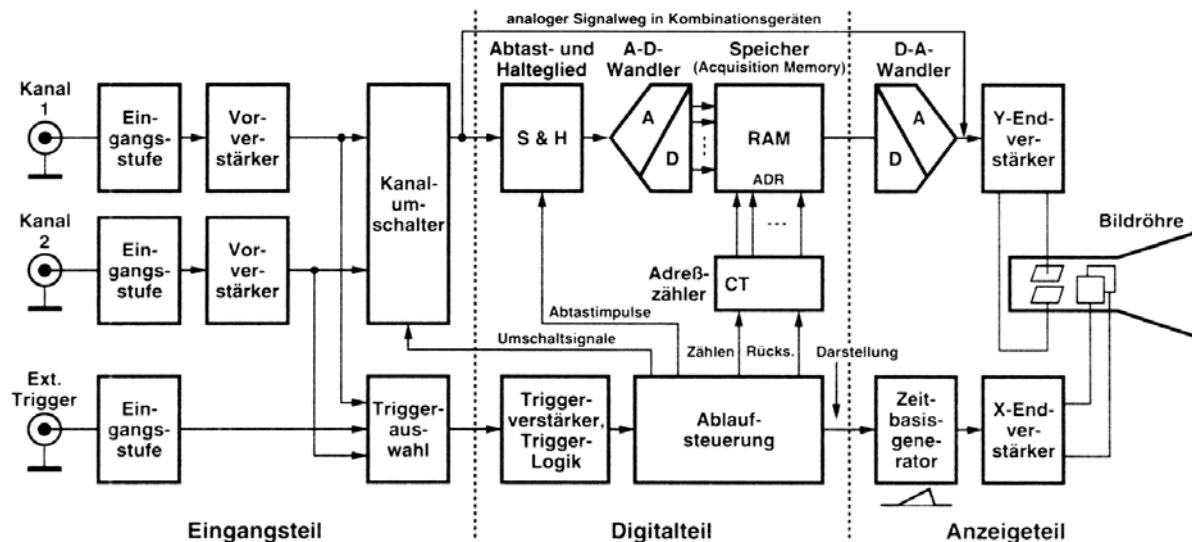

Abb. 5 Blockschaltbild eines digitalen Speicheroszilloskops (DSOs)
Beim digitalen Speicheroszilloskop (Abb. 5) ist die Bildröhre eine reine Anzeigeeinrichtung. Das eigentliche Meßgerät ist ein schneller Analog-Digital-Wandler, dessen Ausgangswerte in regelmäßiger Folge in einen Speicher geschrieben werden. Dort stehen sie dann zur Auswertung und Anzeige zur Verfügung.
Die Anordnung aus Bildröhre, Endverstärker, Zeitbasisgenerator usw. entspricht weitgehend den jeweiligen Funktionseinheiten eines Analogoszilloskops. Daher liegt es nahe, beide Prinzipien zu kombinieren. Damit die Schaltung von Abb. 5 als Analogoszilloskop arbeitet, muß man eigentlich nur den Digitalteil umgehen, also (1) einen Signalweg vom Kanalumschalter zum Y-Endverstärker vorsehen und (2) die Ablaufsteuerung so gestalten, daß bei Auftreten der Triggerbedingung der Zeitbasisgenerator unmittelbar gestartet wird.